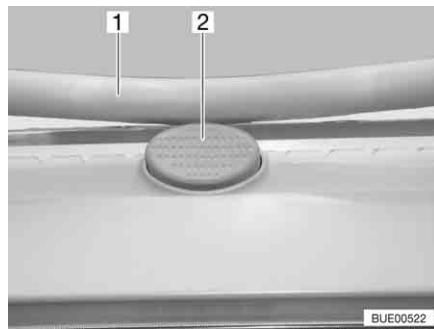

Bild 68 Låsknapp på Heki-takluckan
- Tryck på låsknappen (Bild 68,2) och dra ner bygeln (Bild 68,1) med båda händerna.
- Tryck bygeln uppåt med båda händerna tills bygeln ligger ovanför låsknappen (Bild 68,2).